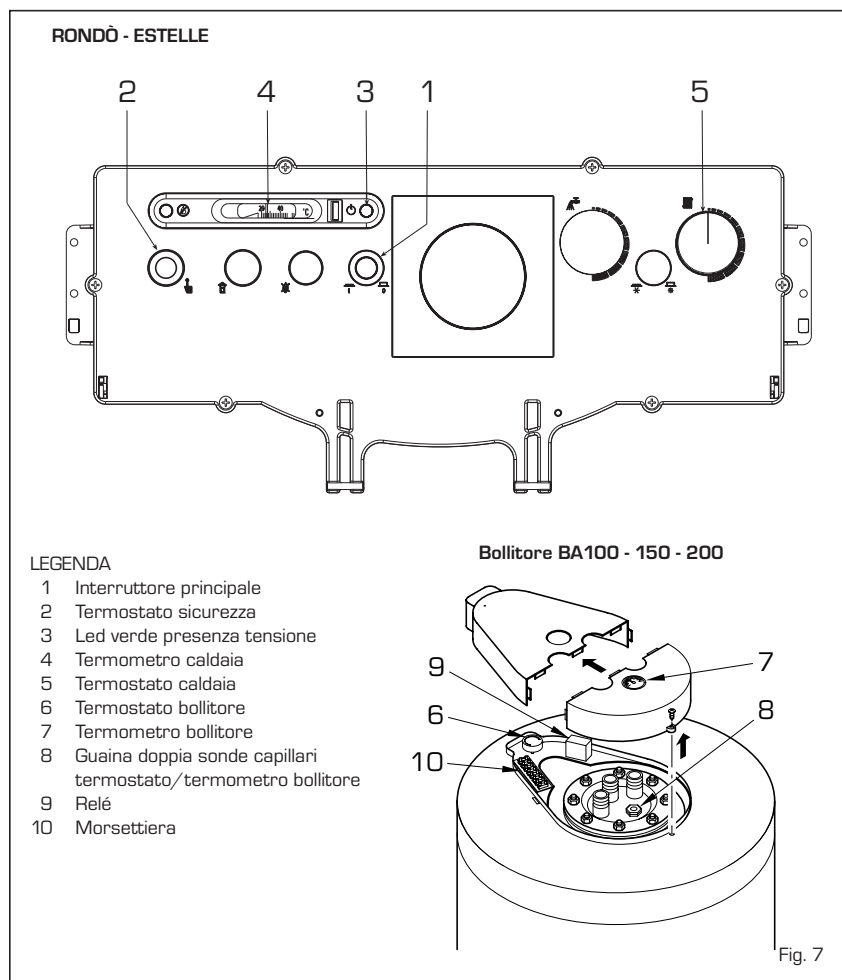

Fig. 7
- togliere la protezione del bollitore per accedere alla morsetteria del bollitore (fig. 7);
3.2.1 Accensione caldaia (fig. 7)
3.2.2 Termostato sicurezza (fig. 7)
3.2.4 Spegnimento caldaia (fig. 7)